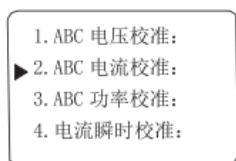

图19
4) 进入菜单，选择出厂维护，进入密钥校验状态，（输入：1001），密钥校验成功后允许进入厂家设置界面，通过【移位】、【递增】、【菜单】键结合，可实现对ABC相电压，ABC相电流的校准，ABC相功率校准、电流瞬时校准更改壳架电流、显示灰度调整，以及厂家相关信息的校准或查询。如下图19、20、21所示。
• ABC 相电压校准：如图 19、20、21 所示，按【移位】、【递增】键选择 ABC 电压校准，按【菜单】键，进入 ABC 电压校准界面，如 图 22 所示，确认给保护器 ABC 相施加标准 220V 电压后，按下【菜单】键，5 秒钟内，自动校零三相电压参数；再按下【移位】键，5 秒钟内，自动校准三相电压参数，校准完成按【返回】键，返回上层界面。
• ABC 相电流校准：如图 19、20、21 所示，按【移位】、【递增】键选择 ABC 电流校准，先给断路器施加额定电流值（如：250A）的电 流后，按下【菜单】键，5 秒钟内，校准额
• 功率校准：：如图 19、20、21 所示，按【移位】、【递增】键选择到 ABC 功率校准，输入额定电流（如：250A），输入额定电压 220V，按下【菜单】键，5 秒钟内，自动校零三相功率参数；再按下【移位】键，5 秒钟内，自动校准三相功率参数。校准完成按【返回】键，返回上层界面。
• 更改壳架电流：如图 19、20、21 所示，按【移位】、【递增】键选择更改壳架电流，按【确认】键，进入更改壳架电流界面，按【移位】、【递增】键，可以更改壳架电流。完成后，按【返回】键，返回上层界面。
• 显示灰度调整：：如图 19、20、21 所示，按【移位】、